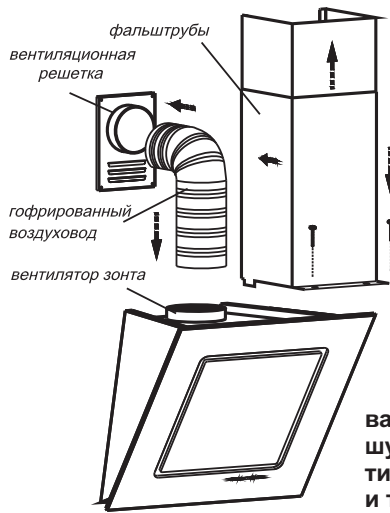

РИС. 7
6.4 Установка фальштруб (рис. 7).
6.3 Соедините вентилятор с вентиляционной решеткой полужестким гофрированным воздуховодом (рис. 7).